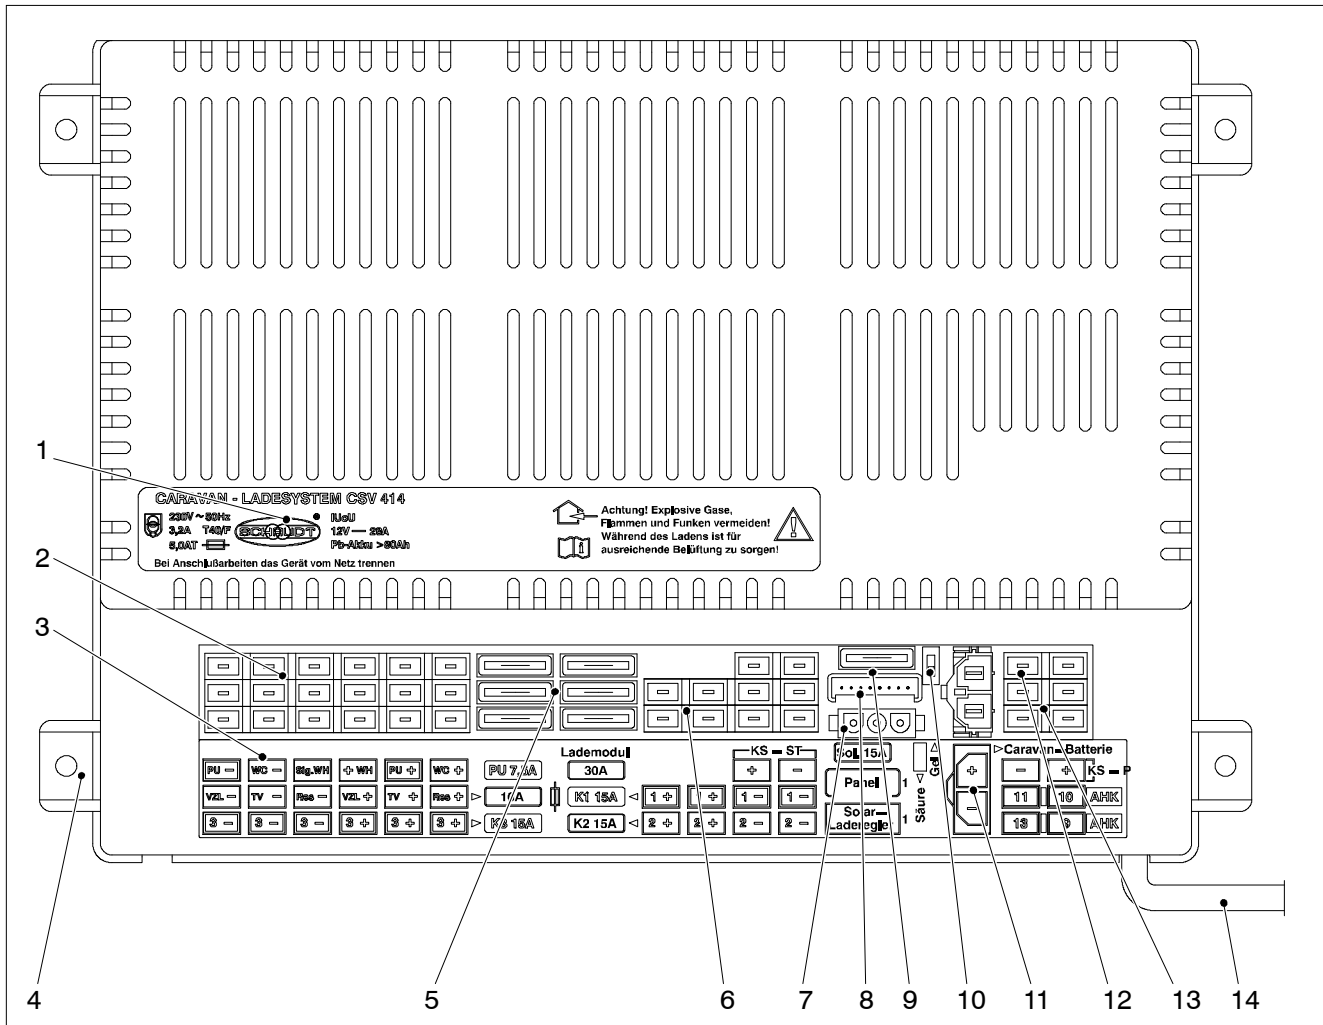

Bild 3 Caravan-Ladesystem CSV 415 Frontansicht
- Den Batterie-Wahlschalter (Abb. 3, Pos. 10) mit einem dünnen Gegenstand (z. B. Kugelschreibermine) in die entsprechende Position bringen: